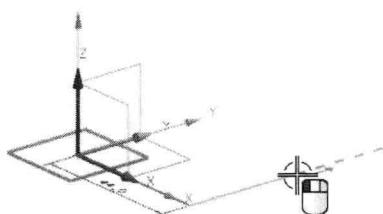

图1-5 沿+Y方向创建竖直线
- 沿着+Y方向移动鼠标，当看到带箭头的虚线辅助线时单击屏幕位置，创建一条竖直线，如图1-5所示。